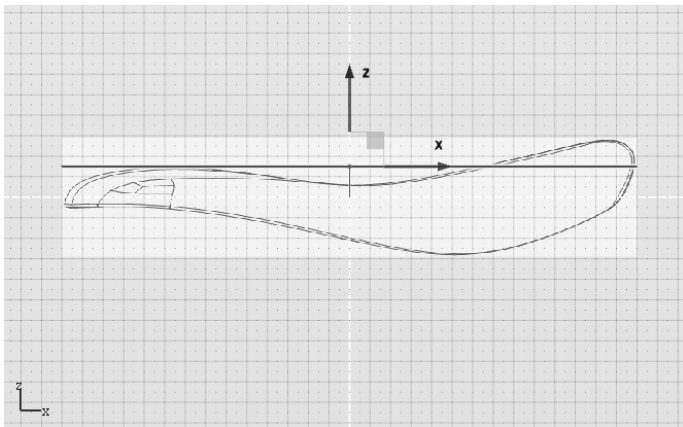

图 7-61 将多边平面整体向 Z 轴正方向平移 15mm
2) 按快捷键〈W〉激活“平移”工具，在控制面板中，调整 Z 轴方向的平移值为“15”，即该多边平面整体向 Z 轴正方向平移 15mm，如图 7-61 所示。